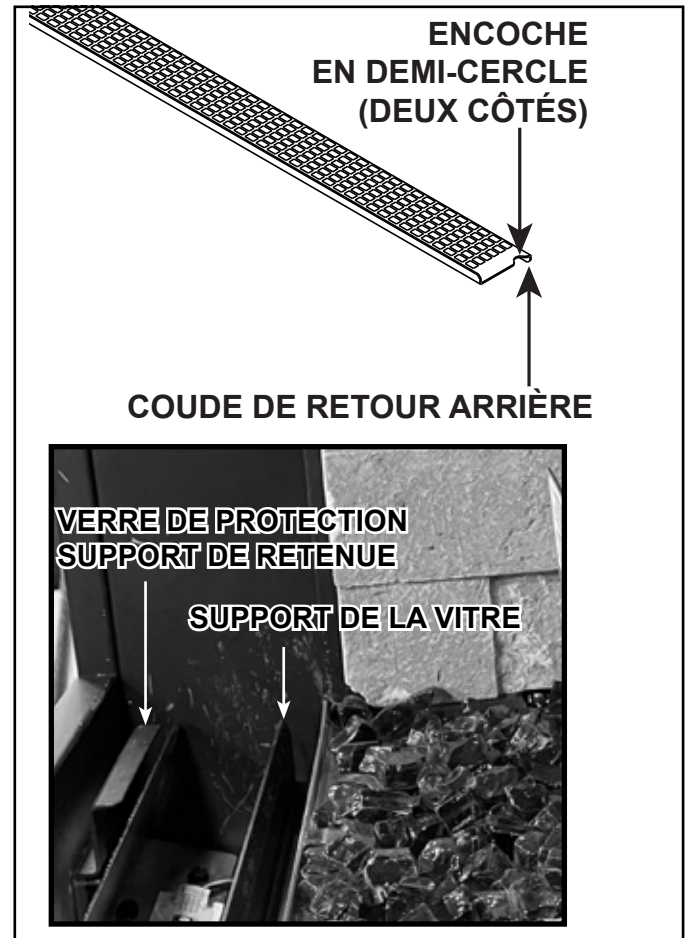

Figure 11.19 Installation du support de transition
- Mettez en place le plateau de transition des éléments d'apparence comme il est indiqué à la figure 11.19. Le coude en U arrière devrait être positionné entre le cadre de la vitre et le support du cadre de la vitre de manière à ce que les encoches en demi-cercle soient orientées vers la vitre. La partie avant du plateau est placée sur le support de retenue de la vitre de protection SafeSurface.
3. Assurez-vous qu'aucun support en verre ne se trouve sur le support de retenue de la vitre protectrice SafeSurface. Placez la vitre dans le support de retenue de la vitre de protection, situé derrière le rebord de la plaque de plâtre et à l'avant du plateau de transition. Centrez la vitre de gauche à droite. Voir la figure 11.19.